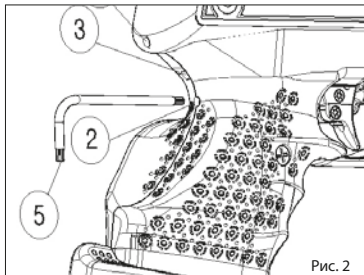

Рис. 2
- 15 Регулировка длины рабочего хода (рис.2) производится поворотом винта с помощью динамометрического ключа № 5 (Т8) через отверстие № 2. При вращении винта вправо рабочий ход уменьшается, при вращении влево – рабочий ход спускового крючка увеличивается.